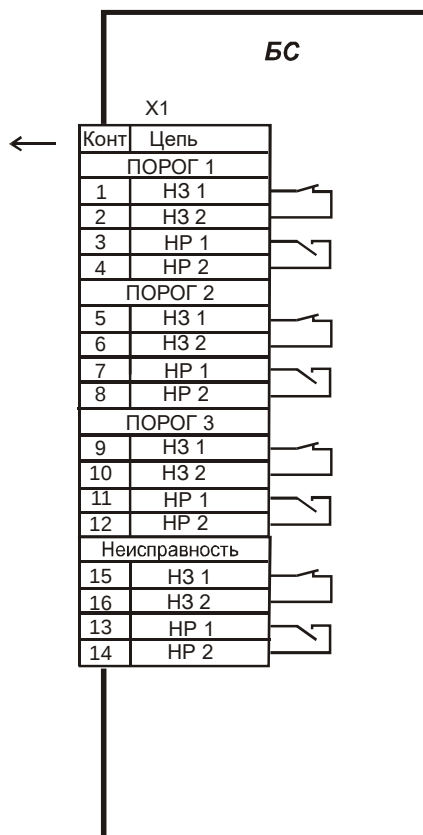

РИС.6
3) зафиксировать последовательное срабатывание световой сигнализации ПОРОГ 1, ПОРОГ 2, ПОРОГ 3 соответствующего канала на блоке сигнализации, а также зафиксировать срабатывание реле ПОРОГ 1, ПОРОГ 2 и ПОРОГ 3 - проверить мультиметром состояние контактов реле ПОРОГ 1, ПОРОГ 2 и ПОРОГ 3 на разъеме Х1 блока сигнализации (см. рис. 1, поз. 9, рис. 6): нормально разомкнутые контакты реле должны быть замкнуты, а нормально замкнутые – разомкнуты или зафиксировать включение соответствующих исполнительных устройств, подключенных к блоку сигнализации;
5) зафиксировать последовательное отключение световой сигнализации ПОРОГ 3, ПОРОГ 2, ПОРОГ 1 соответствующего канала на блоке сигнализации, зафиксировать отключение реле ПОРОГ 1, ПОРОГ 2: мультиметром проверить состояние контактов реле ПОРОГ 1, ПОРОГ 2 на разъеме Х1 блока сигнализации (см. рис. 1, поз. 9, рис. 6): нормально разомкнутые контакты реле должны быть разомкнуты, а нормально замкнутые – замкнуты или зафиксировать выключение исполнительных устройств, подключенных к сигнализации ПОРОГ 1, ПОРОГ 2;
8) отсоединить измерительный преобразователь от блока сигнализации (см. рис. 1, поз. 8), зафиксировать срабатывание световой сигнализации НЕИСПРАВНОСТЬ, зафиксировать срабатывание реле НЕИСПРАВНОСТЬ: мультиметром проверить состояние контактов реле НЕИСПРАВНОСТЬ на разъеме Х1 блока сигнализации (см. рис. 1, поз. 9, рис. 6): нормально разомкнутые контакты реле должны быть замкнуты, а нормально замкнутые – разомкнуты или зафиксировать включение исполнительных устройств, подключенных к сигнализации НЕИСПРАВНОСТЬ.